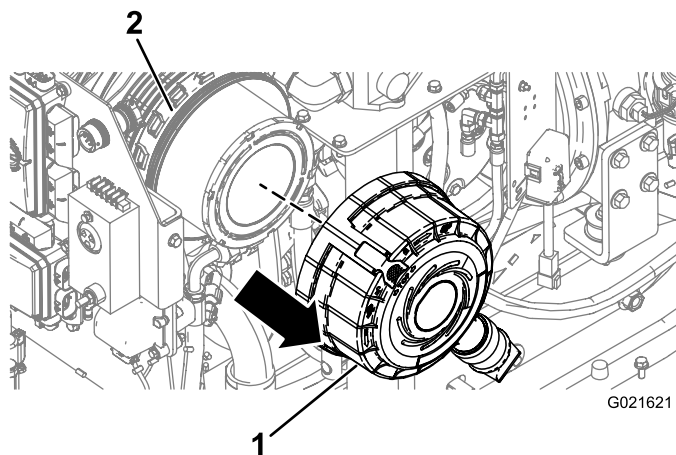

Figura 118
7. Separe la tapa del limpiador de aire de la carcasa del filtro y retire la tapa (Figura 118).
3. Alinee la tapa del filtro del limpiador de aire con la carcasa del filtro (Figura 118).